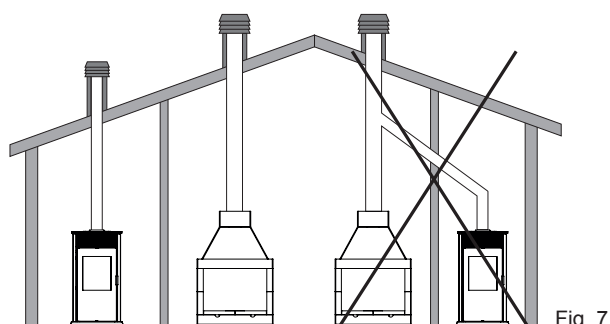

Fig. 7
**⚠** La canna fumaria deve essere collegata esclusivamente ad un solo prodotto: nessun altro camino, stufa, caldaia o cappa d'aspirazione deve utilizzare lo stesso condotto (Fig.7).